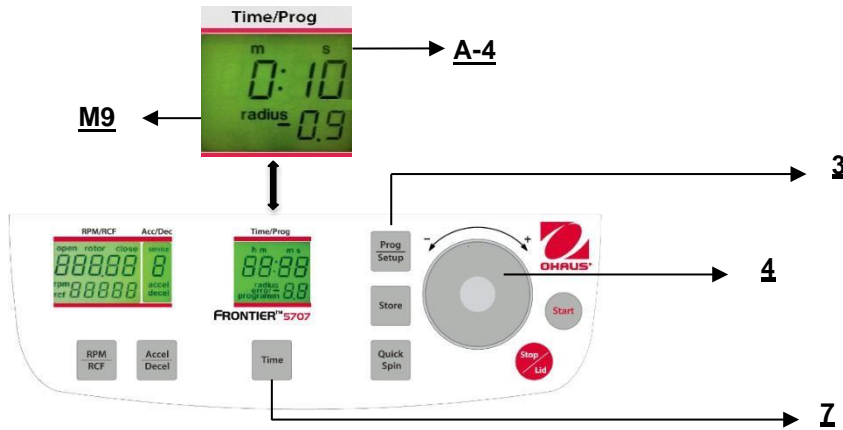

Figura. 19
Cierre la tapa, luego presione el botón **"Time"** (7) (vea la Figura 19) y el botón **"Prog/Setup"** (3) al mismo tiempo y manténgalos presionados.